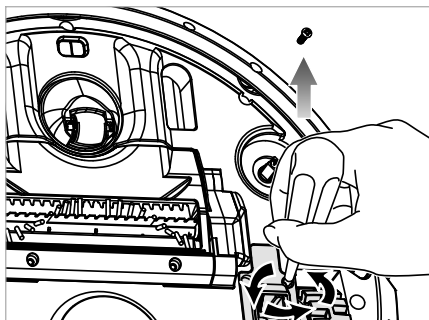

Fig. 19
- 1) Togliere le due viti della copertura della ruota **19/35** con un cacciavite a croce (non fornito) (vedere fig. 19).